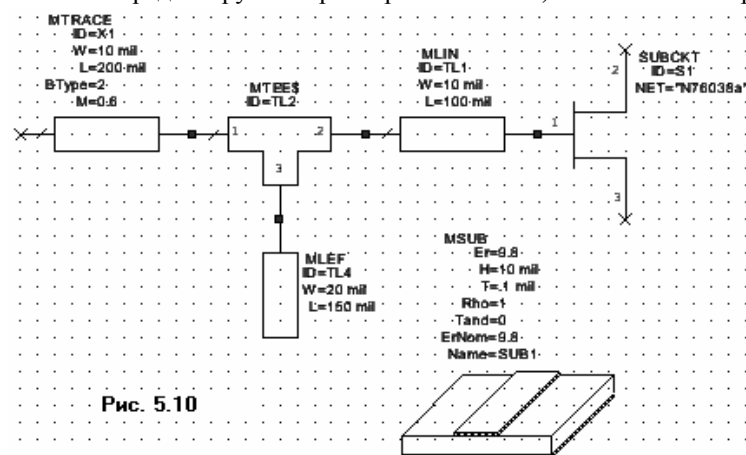

Рис. 5.10
11. Нажмите левой кнопкой мышки на модель **MSUB** и, не отпуская кнопки мышки, перетащите элемент в окно схемы, отпустите кнопку, поместите элемент, как показано на рис. 5.10 и щёлкните левой кнопкой мышки, чтобы зафиксировать.
12. Дважды щёлкните левой кнопкой мышки по элементу **MSUB** в окне схемы, чтобы открыть диалоговое окно **Element Options**. Отредактируйте параметры **MSUB**, как показано на рис. 5.10. Нажмите **OK**.